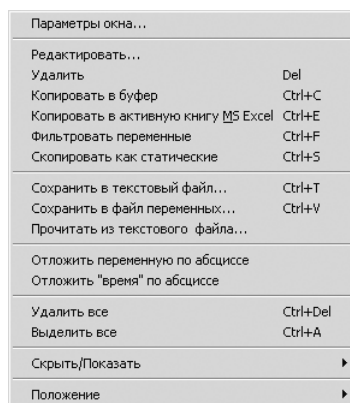

Рис. 1.61. Контекстное меню выделенной переменной в списке переменных отдельного графического окна
- щелкните в отдельном графическом окне по копируемой переменной правой кнопкой мыши. Появится контекстное меню, см. рис. 1.61;